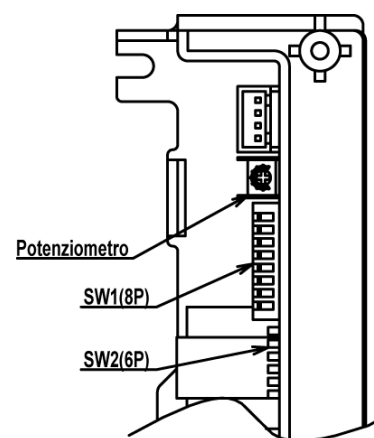

Fig. 6
14. Regolare la pressione di massimo sul potenziometro posto sulla scheda elettronica sopra ai microinterruttori (Fig.6) secondo i valori di pressione riportati di seguito. Il potenziometro è particolarmente sensibile, non ruotare più di qualche grado per volta; lasciare che la pressione si stabilizzi prima di modificarla nuovamente.